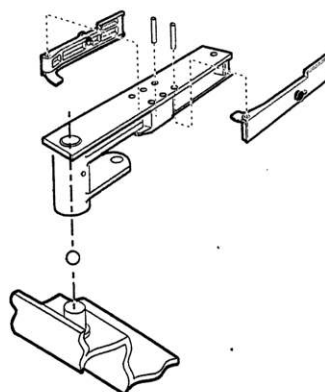

Fig. 8
- 1) Złożyć dźwignie deblokady na wsporniku podpierającym i wprowadzić je na trzpień kasety nośnej wkładając także kulkę z wyposażenia (rys.8)